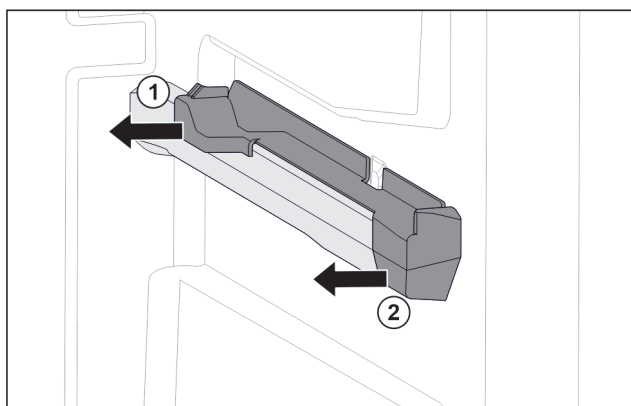

Fig. 47 Вставная часть на правом контейнерном ребре
- ▶ Отодвиньте вставную часть сзади в сторону. Fig. 47 (1)
- ▶ Отодвиньте вставную часть спереди в сторону. Fig. 47 (2)